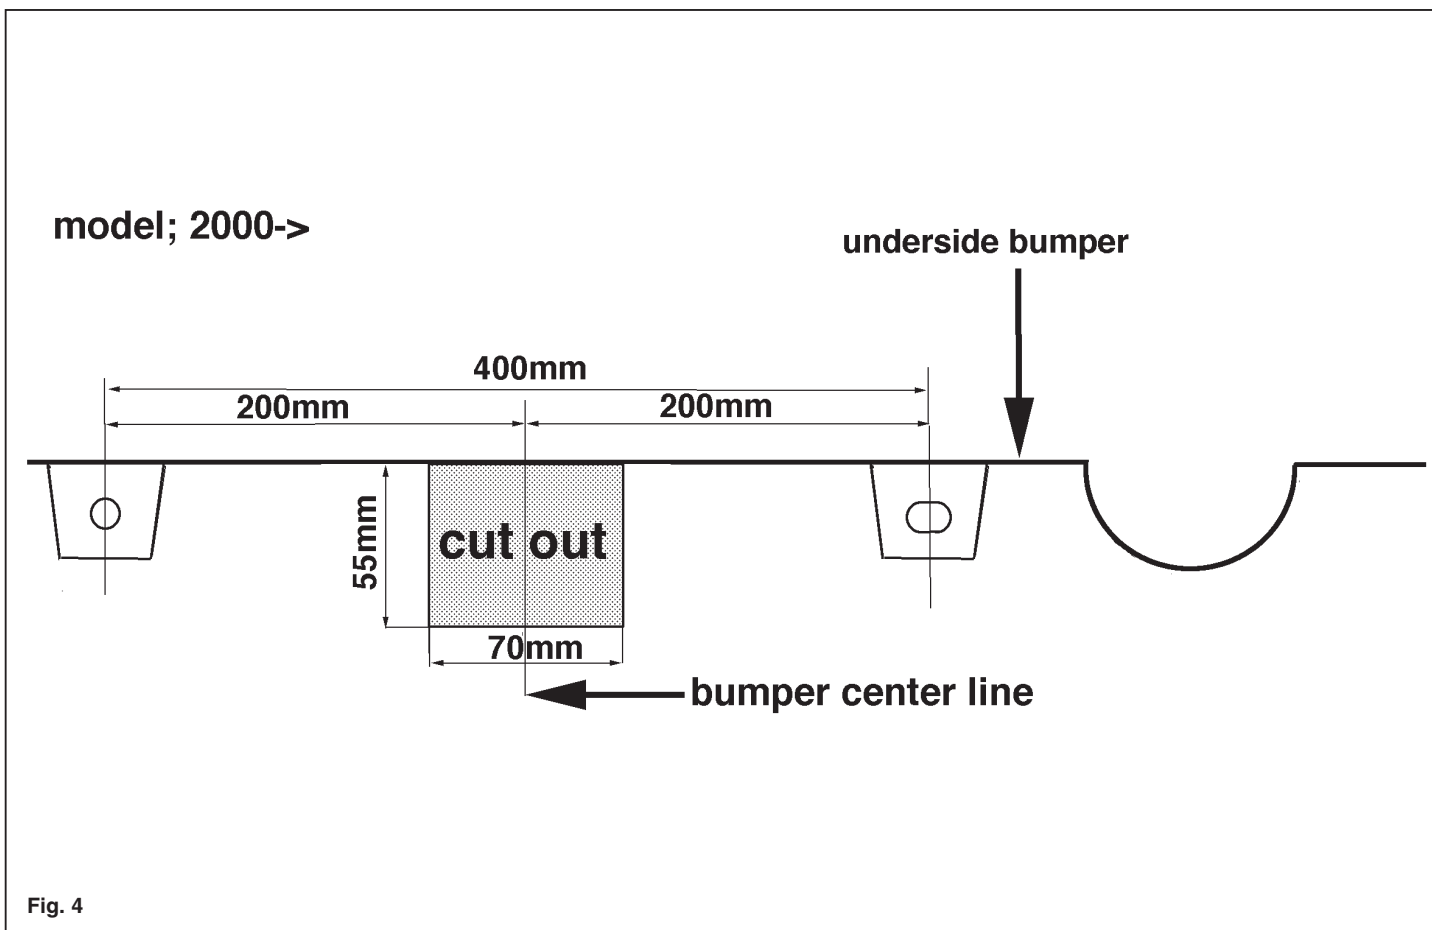

Fig. 4
Zaag overeenkomstig fig. 3 een deel uit binnenwerk. Zaag overeenkomstig fig. 4 een deel uit de bumper. Plaats het bumperbinnenwerk op de trekhaak en bevestig deze d.m.v. zes bouten inclusief afstandsbusen veer- en sluitringen overeenkomstig figuur 6 en 7. Hierbij de originele moeren gebruiken.
According to fig. 3 saw a portion out of the inner works. According to fig. 4 saw a portion out of the bumper. Place the inner works of the bumper on the towbar and attach this using six bolts including spacers and spring washers and flat washers as shown in fig. 6 and 7. Use the original nuts for this.
5. Gemäß Abb. 3 einen Teil der innenverkleidung aussägen. Gemäß Abb. 4 einen Teil der Stoßstange aussägen. Die Stoßstangeninnenverkleidung auf die Anhängervorrichtung legen und gemäß Abb. 6 und 7 mit sechs Schrauben einschließlich Distanzhülsen, Federringen und Unterlegscheiben befestigen. Dabei die Originalmuttern verwenden. Für das höchstzulässige Zuggewicht und der erlaubte Kugeldruck ihres Fahrzeuges ist Ihrhändler zu befragen. Die Quetschmuttern müssen nach einem späteren lösen der Muttern gegen neue ausgetauscht werden, da ansonsten die Sicherungswirkung nicht mehr garantiert ist.
Gemäß Abb. 3 einen Teil der innenverkleidung aussägen. Gemäß Abb. 4 einen Teil der Stoßstange aussägen. Die Stoßstangeninnenverkleidung auf die Anhängervorrichtung legen und gemäß Abb. 6 und 7 mit sechs Schrauben einschließlich Distanzhülsen, Federringen und Unterlegscheiben befestigen. Dabei die Originalmuttern verwenden. Die Anhängervorrichtung bei punkten P mit vier Schrauben (halbfest). Die Anhängervorrichtung bei punkten P mit vier Schrauben einschließlich Gegenplatten und Federringen befestigen.
partie dans le pare-chocs conformément à la fig. 4. Positionner la garniture de pare-chocs sur l'attache-remorque et la fixer à l'aide de six boulons y compris les douilles d'écartement ainsi que les rondelles grower et de blocage, conformément à la fig. 6 et 7. Utiliser ici les écrous originaux.
Såga enligt fig.3 ut en del ur innanmätet. Såga enligt fig.4 ut en del ur kofångaren. Placera kofångarens innanmäte på dragkroken och montera den med sex skruvar inklusive distansbussningar, fjäder och planbrickor enligt fig.6 och 7. Använd härvid de ursprungliga muttrarna.
Sav ifølge fig. 2 et stykke ud af indersiden af henholdsvis. Sav ifølge fig. 3 et stykke ud af indersiden af henholdsvis. Sav ifølge fig. 4 et stykke ud af kotangeren. Anbring indersiden af kotangeren på anhängetrækket og monter denne med seks bolte inklusiv afstandsror og plan- og fjederskiver ifølge fig. 6 og fig. 7. Anvend de originale møtrikker.